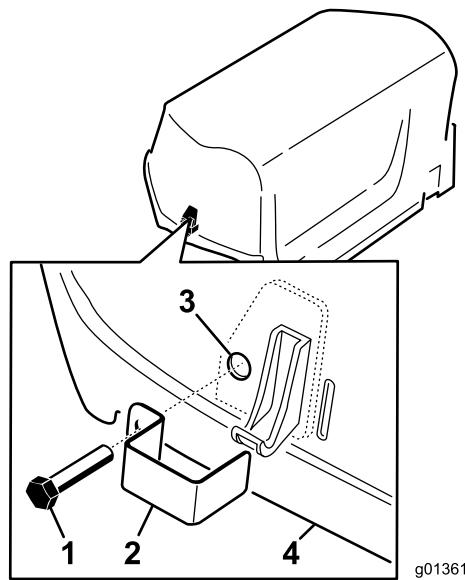

Bild 7
1. Befestigen Sie einen Sperrriegel mit einer Gewindeschraube (zwei insgesamt) über die Motorhaubenriegel an der linken und rechten Seite (Bild 7).
2. Schrauben Sie eine interne Sicherungsscheibe mit einer Zange oder einem verstellbaren Schraubenschlüssel auf jede Schraube (ein bis zwei Gewindeumdrehungen), um die Schrauben zu befestigen (Bild 7).